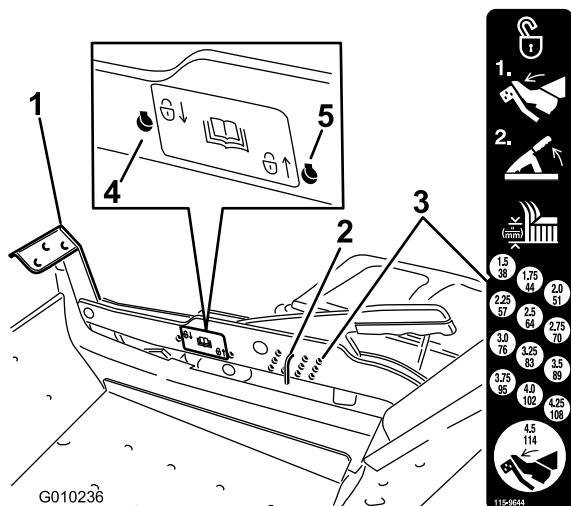

Figura 24
1. Premete il pedale di sollevamento del piatto di taglio e sollevate il piatto in posizione di trasporto (ovvero nella posizione dell'altezza di taglio di 114 mm) (Figura 24).
2. Per regolare, spostate il perno dalla staffa dell'altezza di taglio (Figura 24).
3. Nel sistema di selezione dell'altezza di taglio scegliete un foro corrispondente all'altezza desiderata ed inserite il perno (Figura 24).
1. Col piede premete il pedale di sollevamento del piatto di taglio e sollevate il piatto in posizione di trasporto (ovvero nella posizione dell'altezza di taglio di 114 mm) (Figura 24).
2. Togliete il perno dalla staffa dell'altezza di taglio (Figura 24).
3. Scegliete un foro sull'adesivo indicante le posizioni di blocco e inseritevi il perno (Figura 24).